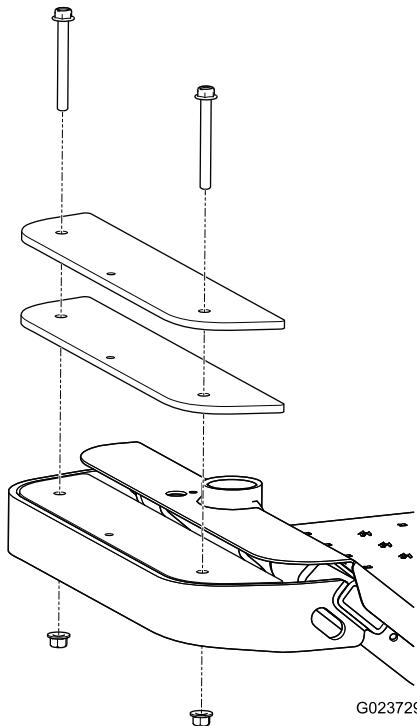

Figure 18
- Retirez les 2 boulons et les 2 écrous qui fixent les masses existantes à l'avant de la machine (Figure 18).